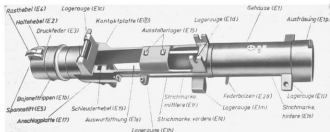

Abb. 11: Gehäuse (E)
E. Gehäuse (E)
Das Gehäuse (E) dient zur Lagerung der Waffe in der Lafette. Mit ihm sind alle Hauptteile der Waffe verbunden. Im Gehäuse wird der Verschuß (B) beim Vor- und Rücklauf geführt (Abb. 11).